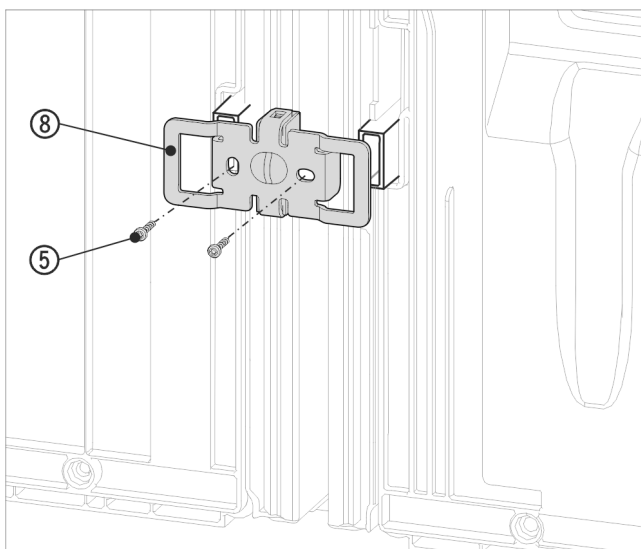

Fig. 18 Zobrazení příkladu
- ▶ Úhelník Fig. 18 (8) znovu zasuněte vybráním přes úchyt pro vymezení odstupů od stěny.
- ▶ Přišroubujte pomocí 2 šroubů Fig. 18 (5).